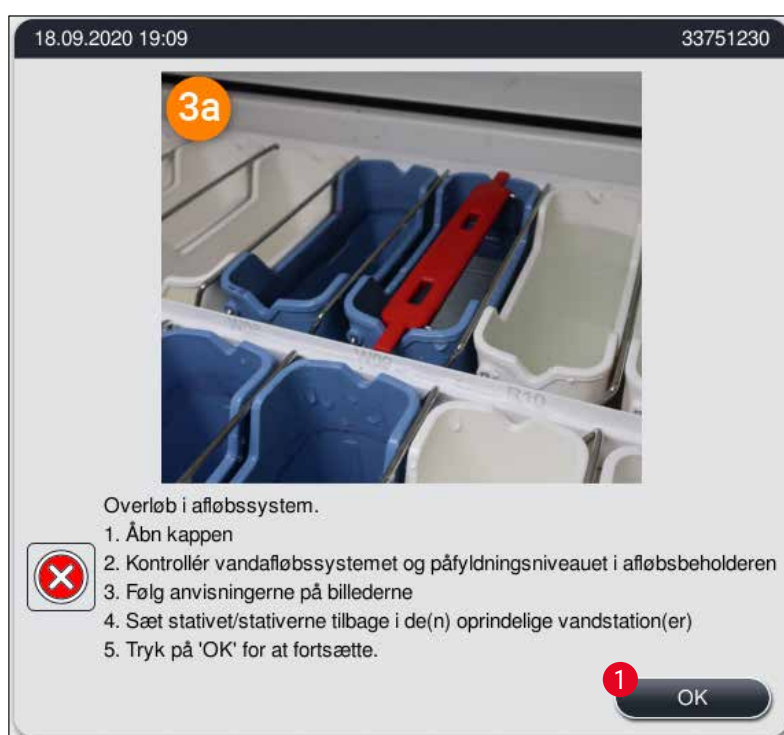
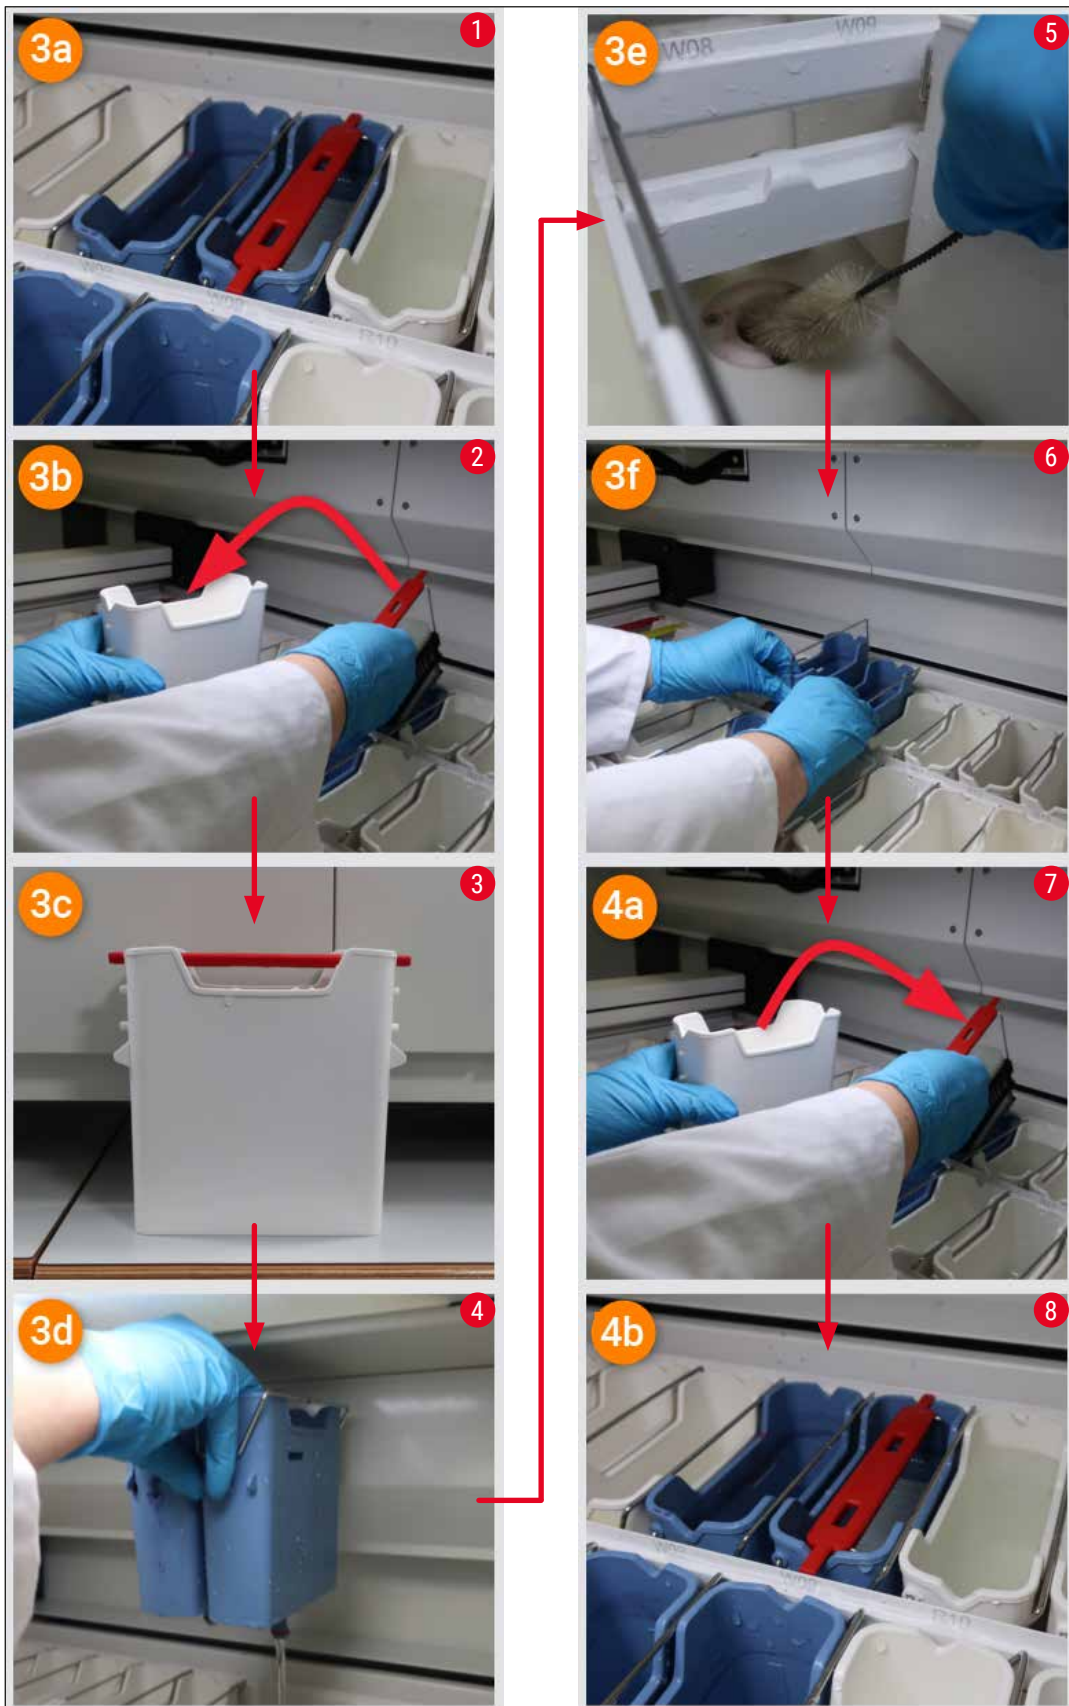

Fig. 122
Fig. 124
En blokering af vandafløbssystemet kan skyldes en blokeret afløbssi (→ "Fig. 100-1") eller afløbsslange (→ "Fig. 7-1"). En sådan blokering kan resultere i, at skyllevandsniveauet i afløbsbeholderen. Det kan medføre et kritisk vandniveau i instrumentet. Brugeren får en fejlmeddelelse på skærmen (→ "Fig. 122"), og der lyder en alarm. Fejlmeddelelsen viser brugeren, hvordan blokeringen afhjælpes via en sekvens af billeder (→ "Fig. 124").
- Hvis vandniveauet i afløbsbeholderen falder til under det kritiske niveau under løsningsprocessen, forsvinder meddelelsen (→ "Fig. 122"), og en anden meddelelse på displayet informerer brugeren om, at farvningsprocessen kan fortsætte.